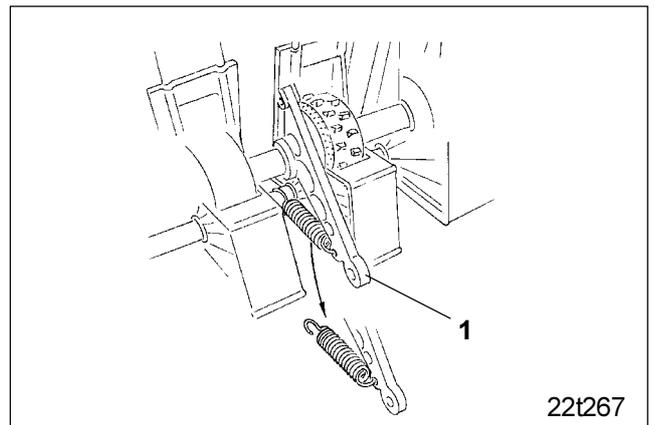

Fig. 1.9
- Die Drucklager (Fig. 1.9/1) nach dem Entspannen der Zugfedern abnehmen.